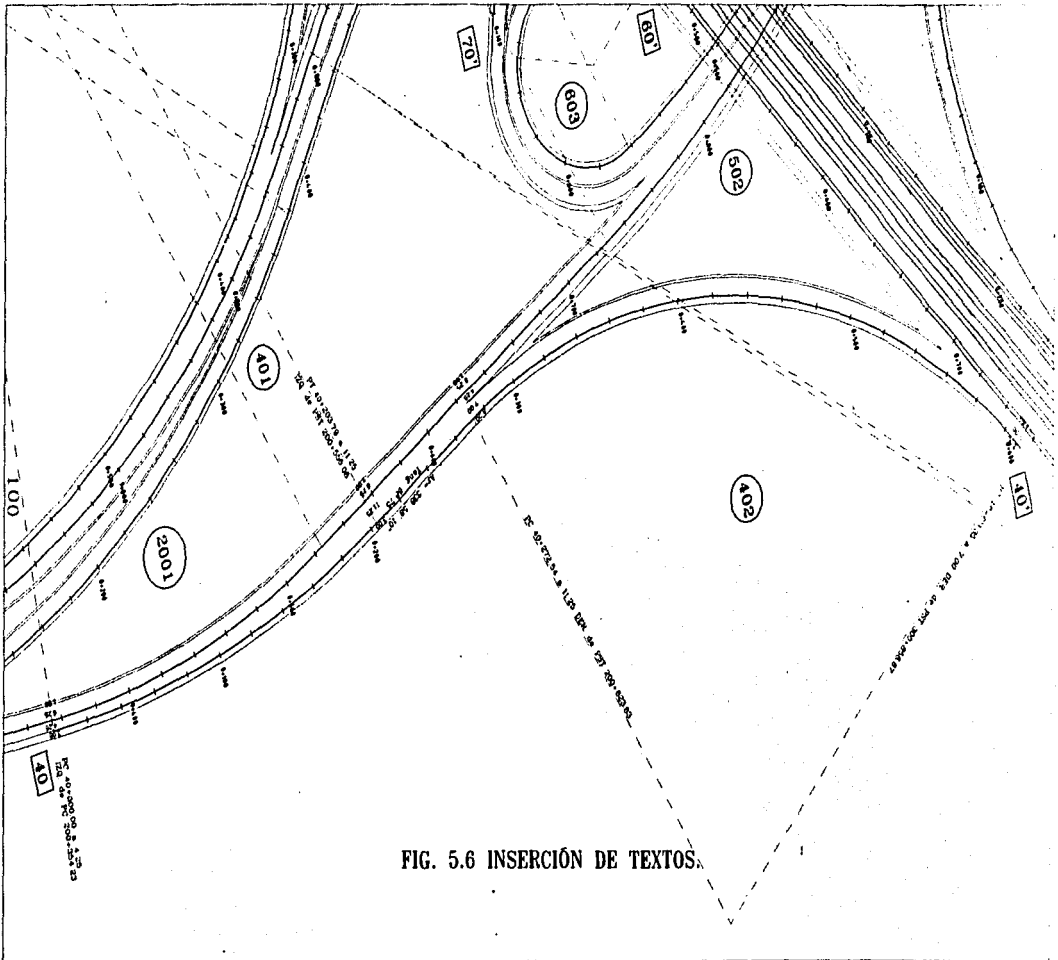

FIG. 5.6 INSERCIÓN DE TEXTOS.
**Active** la capa texplan. De la misma manera que insertó los textos en el capítulo 3º, sección 3.7.1, **aplique** el comando **dtext**; elija el estilo de texto standard y la altura de 2.50 m., luego escoja el lugar donde quiera insertar la tangente con un **click** y escriba: Tang. 68.75 m., del mismo modo introduzca el azimut y los anchos de la sección. Después de insertar los textos, debe de ubicarlos con respecto a su dibujo, es decir, debe moverlos y rotarlos para que ocupen su posición correcta. Ver FIG. 5.6.
Para insertar las referencias de los PC y PT que están ligados a los ejes principales, utilice el bloque referencia, posteriormente tendrá que explotar dichos bloques para editarlos como los de la FIG. 5.6. Del mismo modo, realice la inserción de los textos de las ramas restantes.